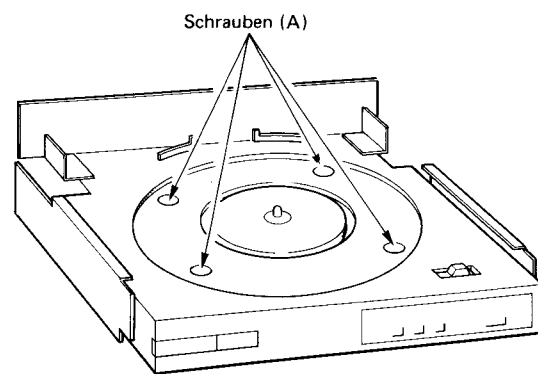

Abb. 10
2) Die vier Schrauben (A) entfernen. (Abb. 10)